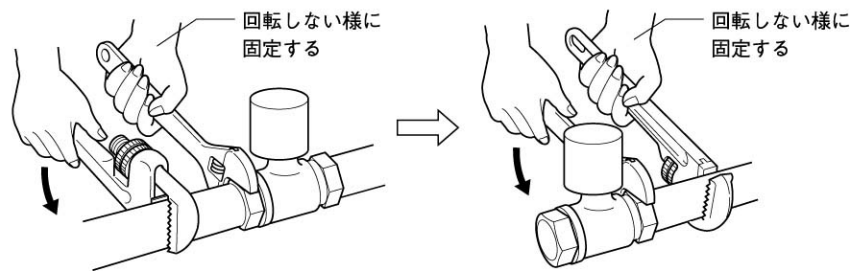

図 39
- ① バルブを配管から取外す場合は、配管内部に流体が滞留していないことを確認し図 39 のとおり、取外す配管に近い側のバルブスパナ掛け部を使用し取外してください。